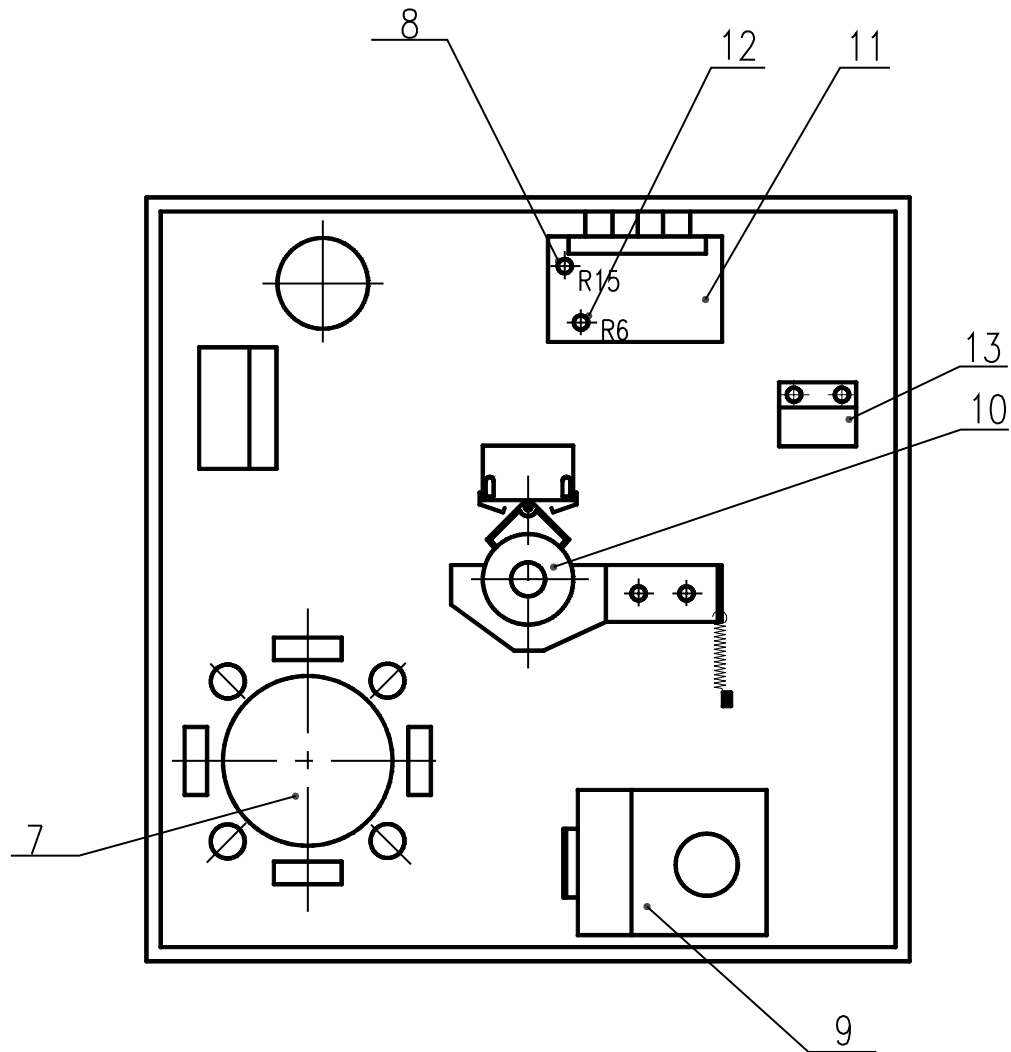
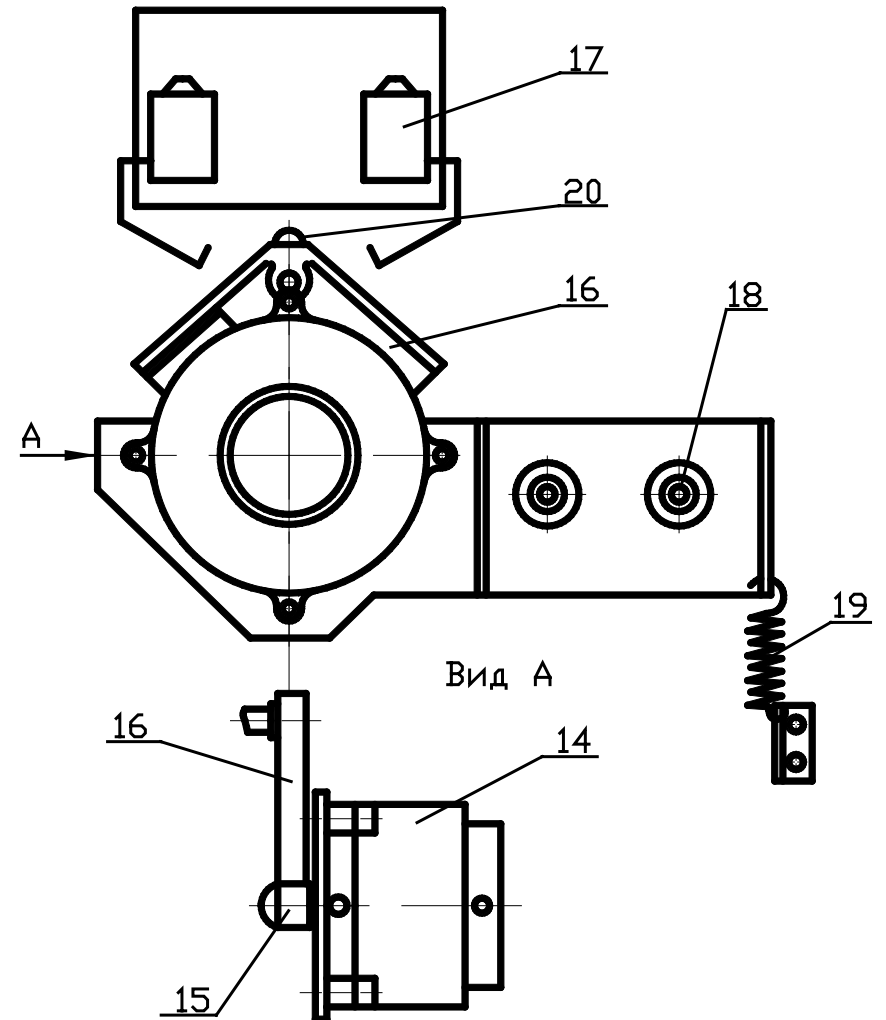

Рис. 2
Рис. 3
При выходе из строя блока поворота лотков 10 (рис.2) снимите пружину 19, выведите из зацепления сектор 16 со втулкой 15 (см. рис. 3) и вручную за подвеску с лотками медленно поворачивайте, через 2-3 часа, выдержав угол 45° от горизонтального положения. После каждого поворота лотков, подвеску с лотками закрепите так, чтобы подвеска не проворачивалась.
10.2. При выходе из строя зубчатой втулки 15 (рис.3), замену ее производить следующим образом!